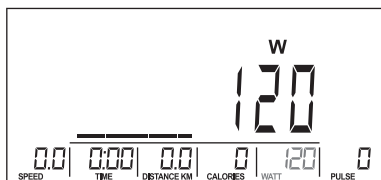

Fig. 22
2. Utilizzare la manopola per creare un profilo utente (Fig. 22). Regolare il livello di resistenza in ciascuna delle 8 colonne del proprio programma. Premere MODE per confermare la selezione. Tenere premuto MODE per 2 secondi per uscire durante la programmazione delle impostazioni.